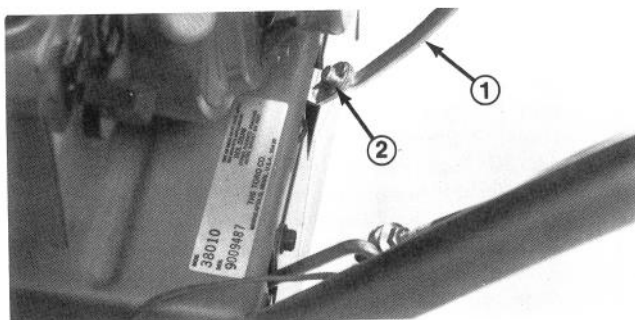

Abb. 10
2. Stange des Geschwindigkeitsschalters in den Arm montieren, eine Unterlegscheibe dazu geben und mit einem Splint befestigen (Abb. 10).